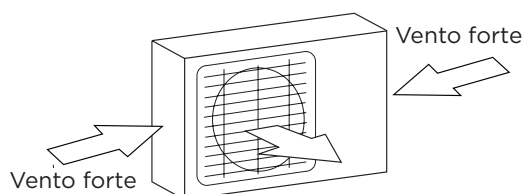

Fig. 5.1
- ✓ Se il luogo è esposto a forti venti (ad esempio: vicino a un mare), l'unità deve essere posizionata contro il muro per ripararla dal vento. Se necessario, utilizzare una tenda da sole. (Vedi Fig. 5.1 & 5.2)